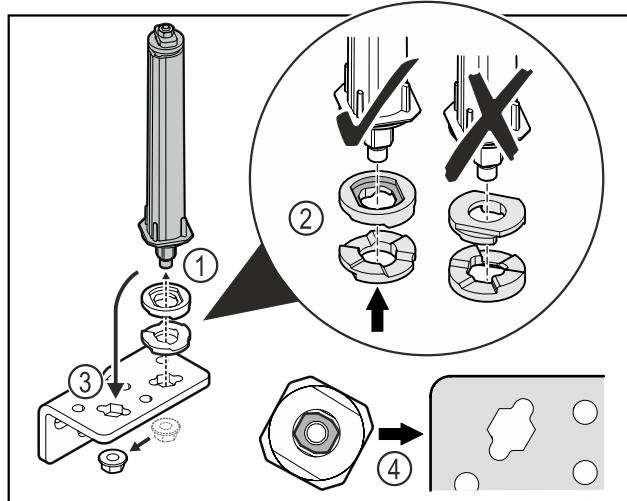

Fig. 29
- ▶ Soltar la tuerca y retirar el sistema de cierre de la puerta Fig. 29 (1).
- ▶ Tener en cuenta la orientación correcta de las arandelas de ajuste de altura Fig. 29 (2).
- ▶ Cambiar la posición del sistema de cierre de la puerta en la escuadra de bisagra y fijar con la tuerca Fig. 29 (3).
- ▶ Tener en cuenta la orientación correcta del sistema de cierre de la puerta al insertarlo Fig. 29 (4).